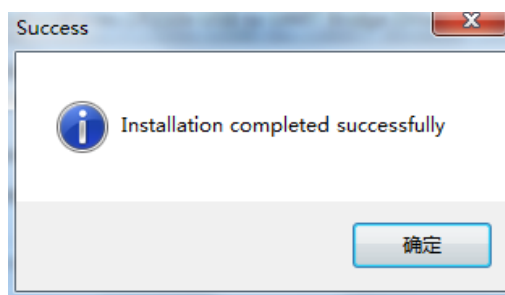

图 12 安装成功界面
9、最后安装成功界面，如图 12 所示，单击 “确定” 结束。